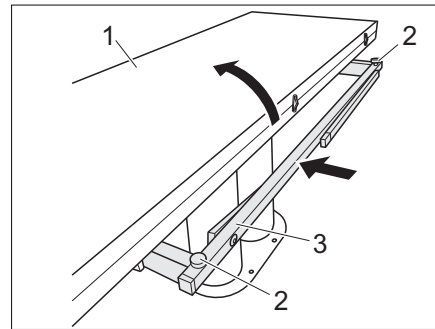

Fig. 107 Reducir la mesa
- Plegar la mitad de la mesa (Fig. 107,1).
- Atornillar dos tornillos de fijación (Fig. 107,2).
- Insertar la estructura inferior de la mesa (Fig. 107,3).